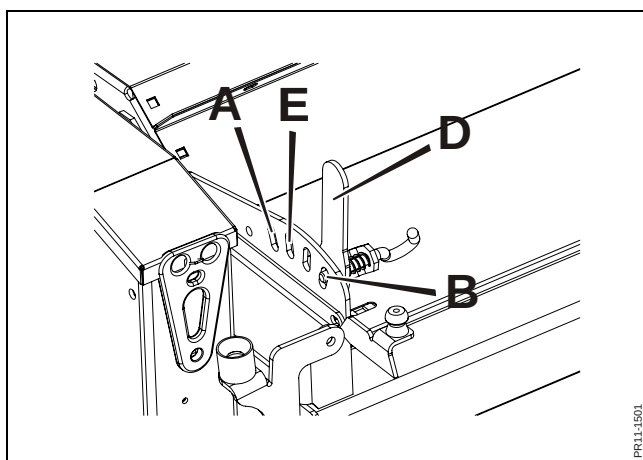

Fig. 3-12
Fig. 3-12 Crimperpladens afstand til rotoren ændres ved at flytte håndtaget **D** til et af de tre andre huller i konsollen **E**. Placeres håndtaget i pos. (A) er afstanden mellem crimperpladen og crimperfingrene mindst, i pos. (B) er afstanden størst.